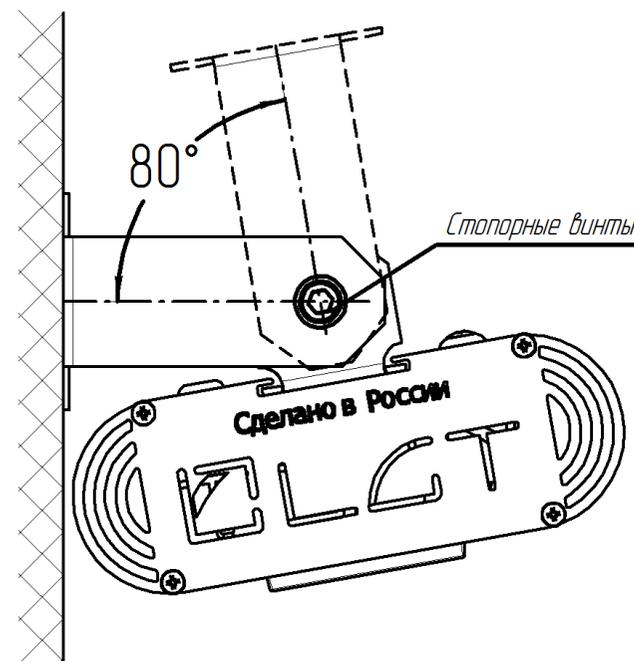

Рис. 2
3) Отвернуть поворотную скобу в сторону поверхности установки до упора (Рис. 2). Максимальный угол поворота скобы на светильнике 80°.